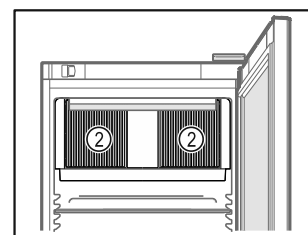

Fig. 53
- Не закрывайте вентиляционную щель Fig. 53 (2) вентилятора циркуляционного воздуха во внутренней камере.